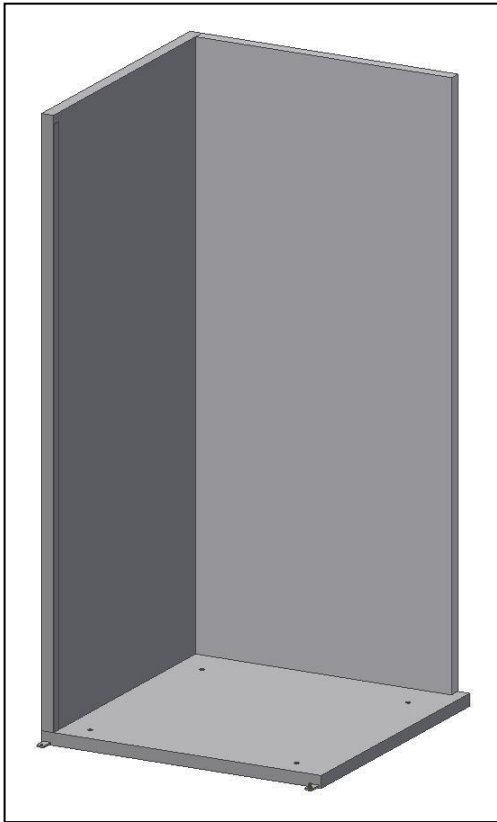

Fig. 4
- Fixer le **panneau latéral gauche** au panneau du fond et serrer seulement le fond (Fig.4).